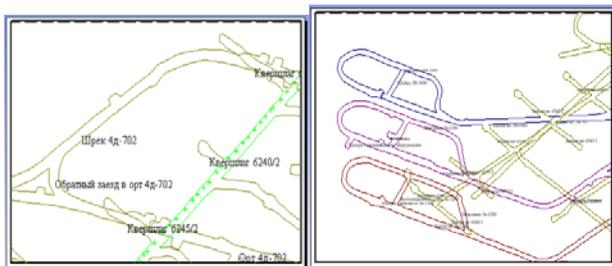

Рис. 4.3. Планы горизонтов и аксонометрическая проекция
- Реализованы функции печати графической части ПЛА (планы горизонтов и аксонометрическая проекция) на бумажном носителе с условными знаками (рис. 4.3).